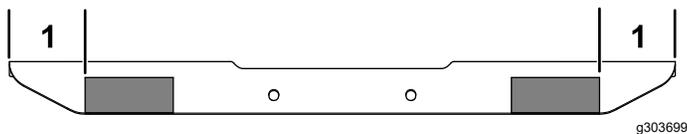

Figure 14
- Appliquez le ruban réfléchissant jaune sur le support transversal d'éclairage en respectant les dimensions indiquées à la Figure 14.